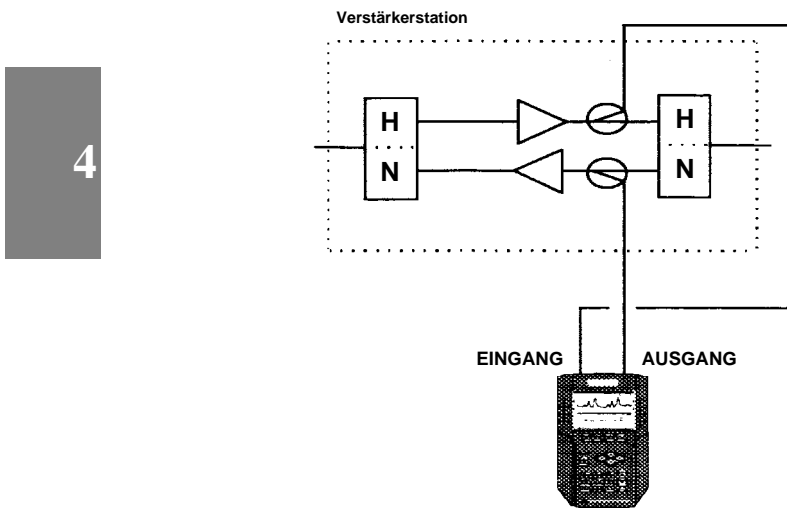

Abb. 4–6 SDA-5000-Anschluss an ein Netz mit zwei Testpunkten
- **Netze mit aufgeteilten Frequenzbändern (bidirektional):** Die meisten Netze haben Architekturen mit aufgeteilten Bändern, bei denen ein Frequenzbereich für Vorwärtspfadsignale (normalerweise die höheren Frequenzen über 50–80 MHz) und ein anderer Bereich für Rückpfadsignale (normalerweise die niedrigeren Frequenzen von 5 MHz bis zum Beginn der Vorwärtspfadsignale bei 30–65 MHz) verwendet wird. Diese Signale werden auf einem Koaxialkabel kombiniert, und spezielle Verstärker heben die ausgewählten Bänder in unterschiedliche Richtungen an. Bei einem System mit aufgeteilten Bändern ist die zuverlässigste und genaueste Methode die Verwendung von zwei Testpunkten: einen für Vorwärtspfadsignale (zum Empfang des Wobbel-Telemetriesignals) und einer zweiten für die Einspeisung von Rückpfadsignalen. Ein Beispiel für dieses Anschlussschema ist in Abb. 4–6 dargestellt.
Wenn keine zwei separaten Testpunkte verfügbar sind, kann ein Verteiler oder Dimplexfilter verwendet werden, um die beiden SDA-Geräte-Anschlüsse zusammenzuschalten und an einen einzelnen Punkt anzuschließen. Ein Beispiel für dieses Anschlussschema ist in Abb. 4–7 gezeigt.